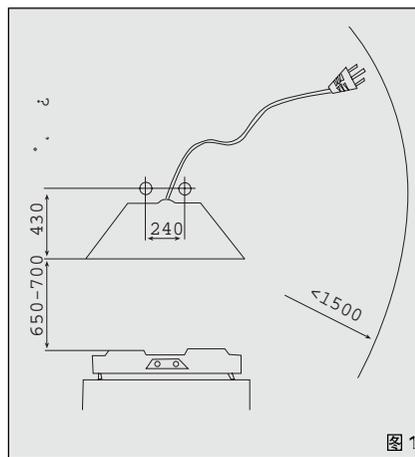

图 1
1. 按图 1 尺寸在灶具上方坚实的地方准确确定冲击钻钻孔位置。冲击钻配上 $\varnothing 10$ 的麻花钻头或 $\varnothing 8$ 的冲击钻头，在钻孔位置上钻出 2 只直径为 10mm，深为 50~60mm 的孔（指间距为 240mm 的两个孔）。
- ★ 电源插座应在离油烟机小于 1500mm 的地方（图 1）